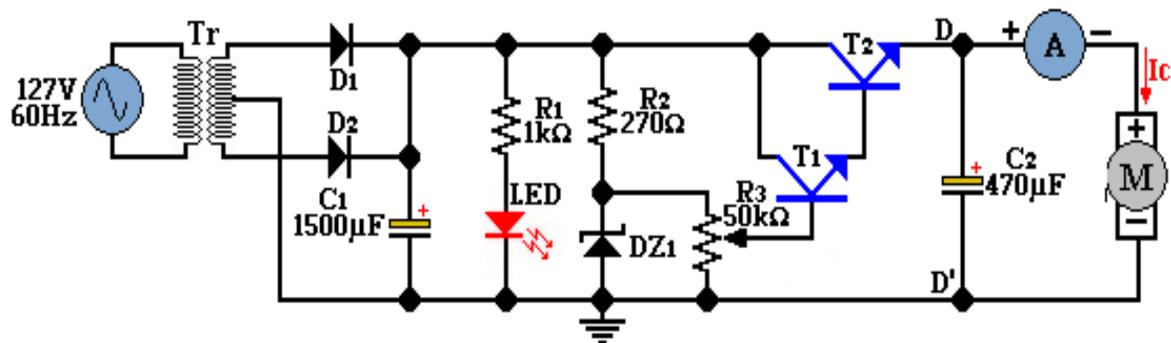

Figura 5.3
- Desconecte el transformador y con el diodo zener DZ1. Coloque el capacitor C_2 , el motor de CD y el amperímetro como se observa en la figura 5.3.
1. Explique paso a paso el funcionamiento de la fuente de voltaje de la figura 5.3.
5. ¿Qué modificaciones haría al circuito de la figura 5.3 para que la fuente no fuera variable?